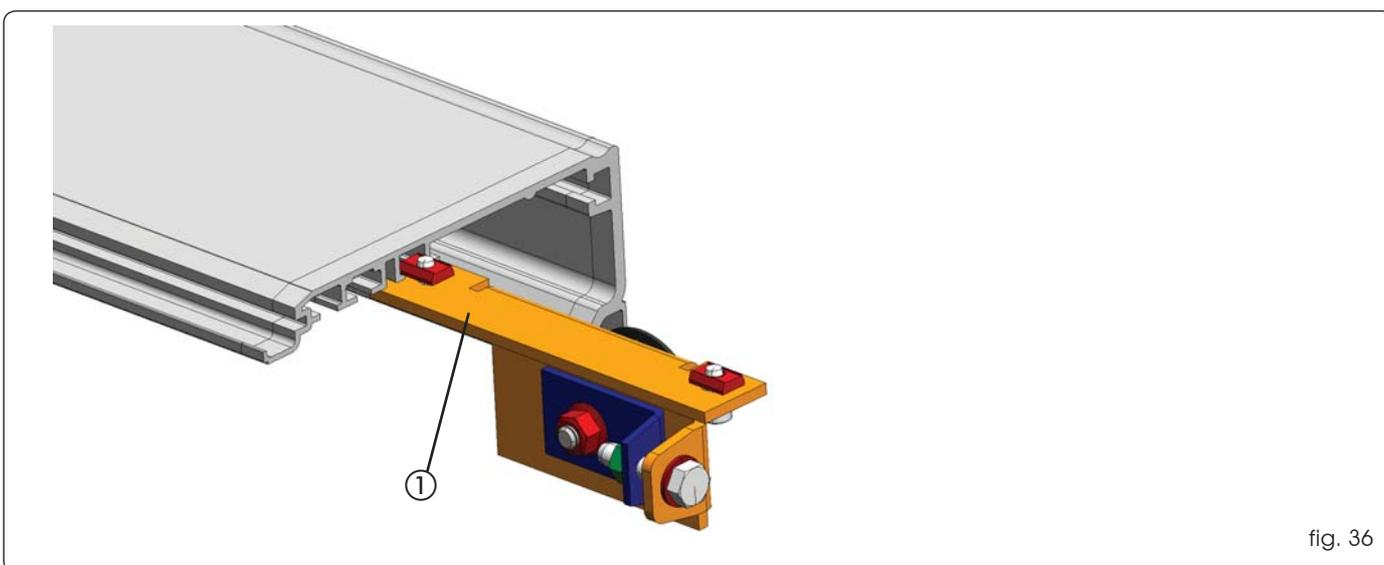

fig. 36
introduire le groupe de la poulie de renvoi fig. 36 ①